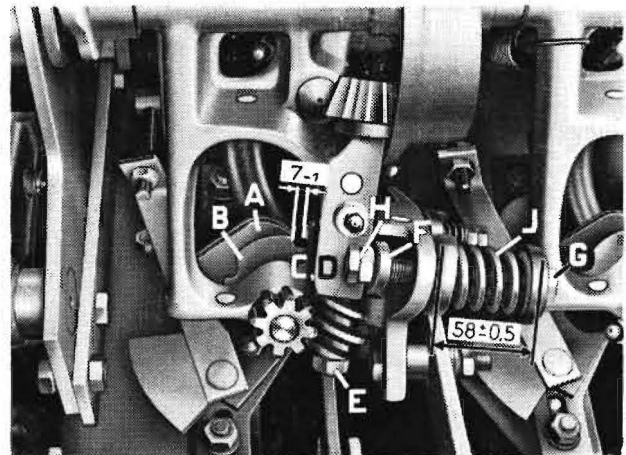

Bild 39
Danach ist zwischen der Gleitfläche der linken Knüpferscheibe und den Gleitflächen des Knoter- oder Fängerritzels des dazugehörigen Knüpfapparates ein Abstand von 0,2 mm einzustellen. Somit ist die Leichtgängigkeit der Bindeeinrichtung hergestellt. Das Spiel zwischen den Gleitflächen des Knoter- oder Fängerritzels der Knüpferscheibe des linken Knüpfapparates ist nach jeweils 50 Betriebsstunden zu überprüfen. — Sichtbar wird das Spiel auf der Knüpferscheibe durch leichtes Hin- und Herbewegen der Schneckenwelle des linken Knüpfapparates mittels Schraubenschlüssels an der Sechskantmutter (E) (Bild 39).
Die Fadenhalterung muß so eingestellt sein, daß zwischen den linken Ecken (A) die Mitnehmernuten des Fadenfängers (B) und den Nasen (C) des Klemmsegmentes (D) ein Abstand von  $7 \pm 1$  mm vorhanden ist. Dabei darf sich im Fadenhalter kein Faden befinden, und das Klemmsegment muß auf dem Grund des Fadenfängers aufliegen. Zur Einstellung muß die Sechskantmutter (E) auf der Schneckenwelle gelockert werden. Durch einen leichten Schlag auf die Schnecke löst sich diese vom konischen Sitz der Schneckenwelle (Bild 39).
Die Einstellung der Klemmkraft am Fadenhalter erfolgt über den Hebel (F) durch die Sechskantschraube (G) mit den beiden Sechskantmutter (H). Die Grundeinstellung der Druckfeder (J) beträgt über die Führungsscheiben gemessen  $58 \pm 0,5$  mm (bei dieser Federhöhe befindet sich im Fadenhalter kein Bindfaden, und das Klemmsegment liegt demnach auf dem Grund des Fadenfängers auf (Bild 39).